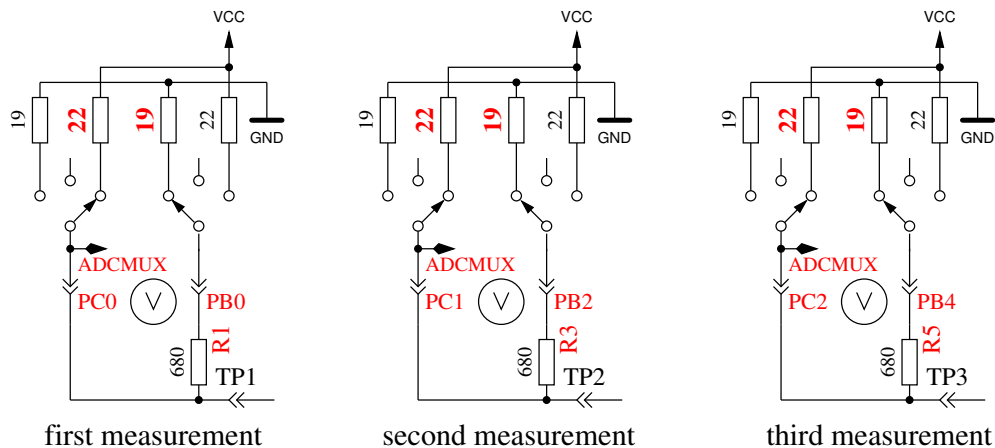

Abbildung 4.27: Messung des Innenwiderstandes des auf VCC geschalteten Port C Ausgängen.
8. **Messung des Innenwiderstandes von auf VCC geschalteten Port Ausgängen.** Der benötigte Strom wird von auf GND geschalteten  $680\Omega$  Widerständen geliefert. Der Text in der ersten LCD Zeile ist „Ri.Hi= (mV)“. In der zweiten Zeile des LCDs werden drei Spannungswerte angezeigt als Differenz zu VCC. Es ist die gleiche Messung wie die in Test 7 zur anderen Seite, wie in Abbildung 4.27 gezeigt wird. Mit folgenden Schritten können Sie den Innenwiderstand berechnen: Um den Strom zu berechnen:  $(5001 - (\text{Ergebnis von Test 7}) - (\text{Ergebnis von Test 8})) / 680$ . Sie können beide Widerstandswerte erhalten, indem Sie die jeweilige Spannung (Ergebnisse von Test 7 oder Test 8) durch diesen Strom dividieren.